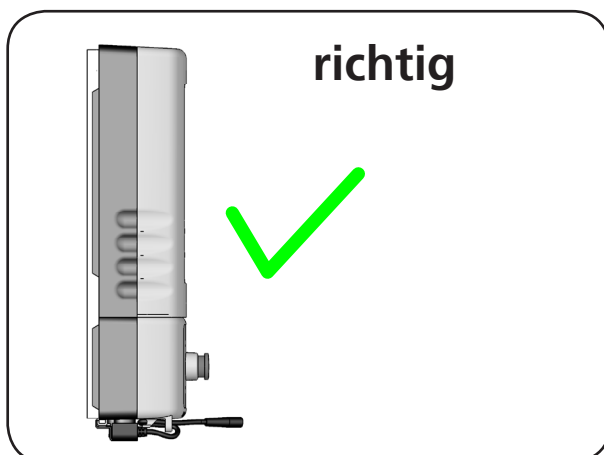

Abbildung 39
3. Zum Einsetzen verfahren Sie in der umgekehrten Reihenfolge. Achten Sie darauf, dass der Entriegelungshebel in der Montageschiene einrastet und der Akkupack an der Montageschiene fest anliegt (Abbildung 39).